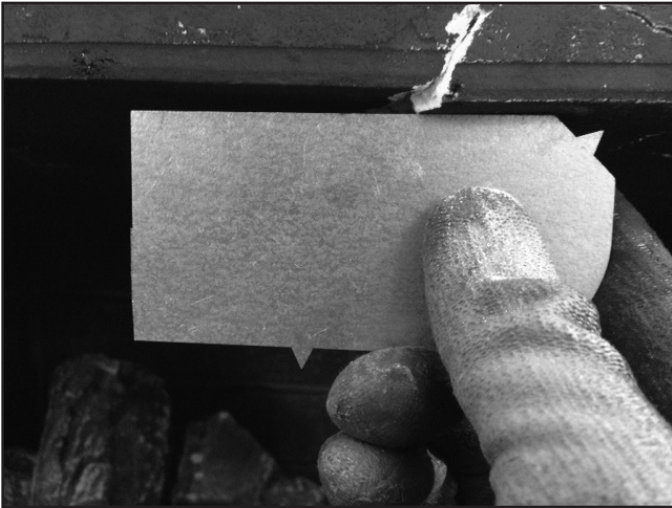

Figure 11.5. La surface plane de la boîte à feu est compromise et doit être remplacée.
- Les fissures compromettent la surface plane de la boîte à feu. Voir la figure 11.5.